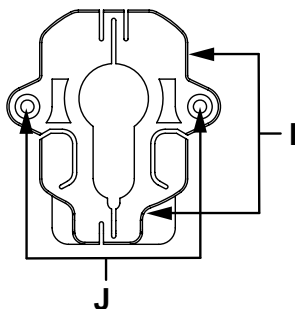

Abb. 7: Befestigungssockel
- Setzen Sie den Befestigungssockel auf den überstehenden Teil des Schließzylinders auf (Türblatt (**R**)). Lockern Sie dazu, falls notwendig, die beiden Schrauben (**I**) (s. Abbildung 7) am Befestigungssockel ein wenig.